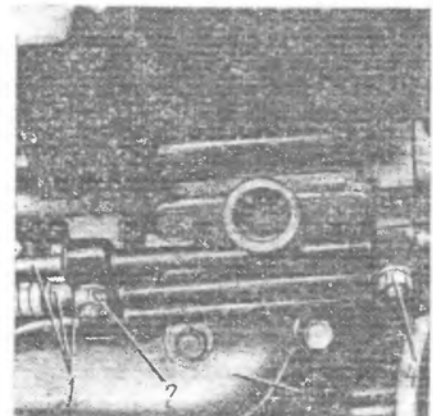
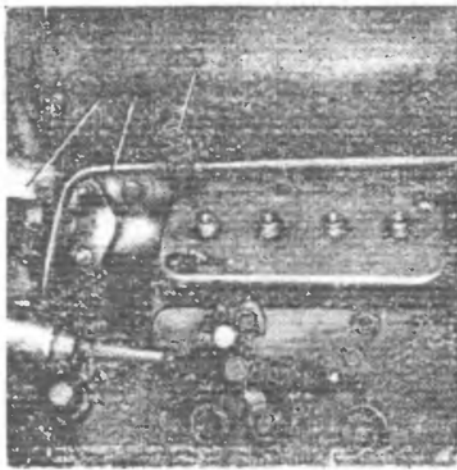

Рис. 30. Отсоединение трубок низкого давления от коллектора
Рис. 31. Отсоединение топливной трубки от коллектора:
13. Отверните гайки 2 и 4 (рис. 30) скоб крепления трубок 1 низкого давления к правому впускному коллектору 3, выверните болт 3 (рис. 31) кляммера крепления топливной трубки 2 к правому впускному коллектору 1	Ключ 13 мм
21. Закрепите через скобы к правому впускному коллектору 3 (см. рис. 30) топливные трубки 1 низкого давления гайками 2 и 4 пружинными шайбами, закрепите через кляммер с прокладкой к правому впускному коллектору 1 (см. рис. 31) топливную	Ключ 13 мм